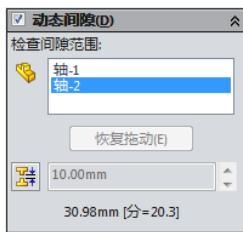

图 7-67 动态间隙时的设置
**03** 设置属性管理器。系统弹出“移动零部件”属性管理器，选中“动态间隙”复选框。在“所选零部件几何体”一栏中选择如图 7-62 所示中的轴件 1 和轴件 2，然后单击“恢复拖动”图标按钮 。动态间隙设置如图 7-67 所示。